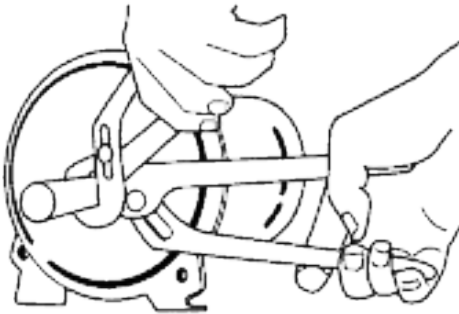

Figure 26 : Retirer le venturi
4. Sur les modèles de 1/2 HP, dévissez le tube de venturi de la impulseur. Sur les modèles de 3/4 et de 1 HP, le tube de venturi est vissé dans la carcasse de la pompe (Figure 26).